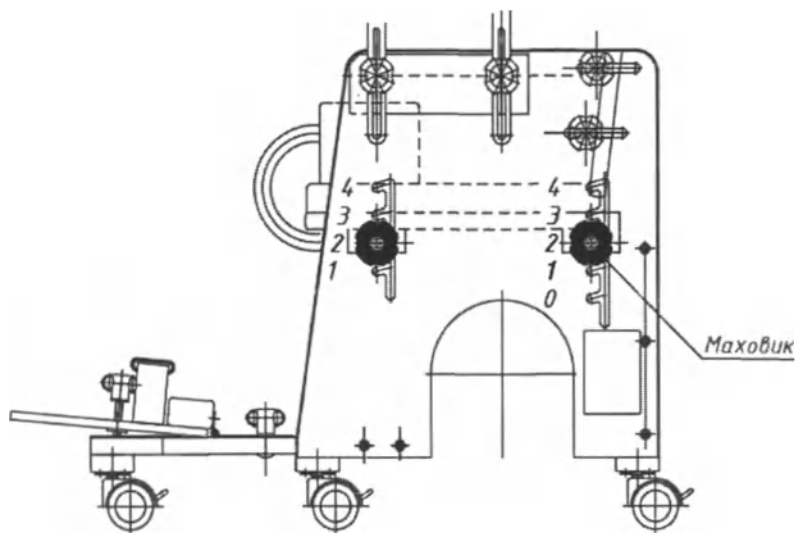

Рисунок 5
5.1.5 Отрегулировать высоту и угол наклона сиденья с помощью маховиков. Таблица 1 - Соотношение точек фиксации сиденья маховиками (нумерация слева-направо см. рис. 5, на рисунке выставлено 2-2)